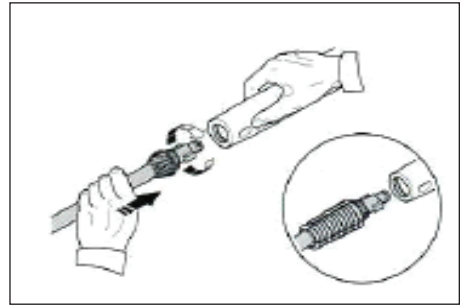

Figura 19 - Conexión de la pistola y lanza
- Inserte la lanza en la pistola y gírela en el sentido de las agujas del reloj hasta que llegue a su tope, como se muestra en la Figura 19.